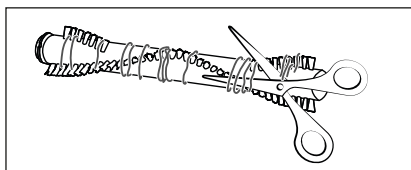

Fig. 26
- 4) Tăiați firele și părul de-a lungul perilor periei rotative **21** cu ajutorul unei foarfeci (a se vedea fig. 26). Îndepărtați firele și părul de pe peria rotativă **21**.